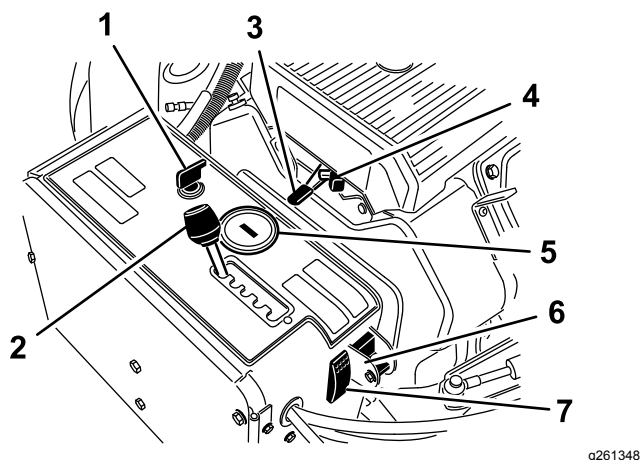

Рисунок 14
Используйте выключатель зажигания (Рисунок 14) для запуска и останова двигателя. Выключатель имеет 3 положения:
Передвиньте рычаг регулировки расстояния между зубьями аэратора (Рисунок 14) на требуемое расстояние или в положение «Т» для транспортировки.
Рычаг дроссельной заслонки (Рисунок 14) предназначен для управления частотой вращения двигателя. При передвигении рычага дроссельной заслонки вперед (положение БЫСТРО) частота вращения двигателя возрастает, при передвигении назад (положение МЕДЛЕННО) — уменьшается. Частота вращения вала аэратора синхронизирована с оборотами двигателя и скоростью движения машины.
- При выключении двигателя счетчик моточасов/тахометр (Рисунок 14) показывает количество часов работы двигателя.
Используйте воздушную заслонку при запуске холодного двигателя (Рисунок 14).
Поверните переключатель в нижнее положение для отключения функции TrueCore (Рисунок 14). Для доступа к переключателю выбора ручного режима следования профилю грунта отверните болт.
Переключатель сброса системы предназначен (Рисунок 14) для подъема вала азратора в случае, если машина оказывается заблокированной (например, из-за выработки топлива).